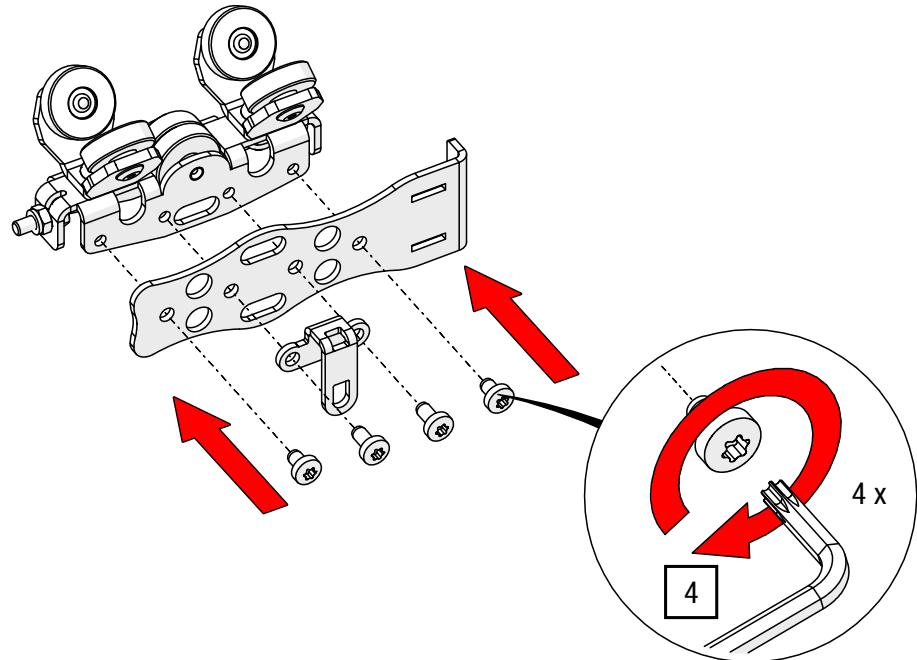

Abb. 57: Zugwagen OFFICE – Seitenblech, Ösenblech und Magnethalterung montieren
- Positionieren Sie ein Seitenblech mit einem seitlichen Ösenblech auf den Zugwagen und verschrauben Sie dieses mit einem TORX®-Schlüssel T20, bis es am Zugwagen anliegt (siehe Abb. 57).